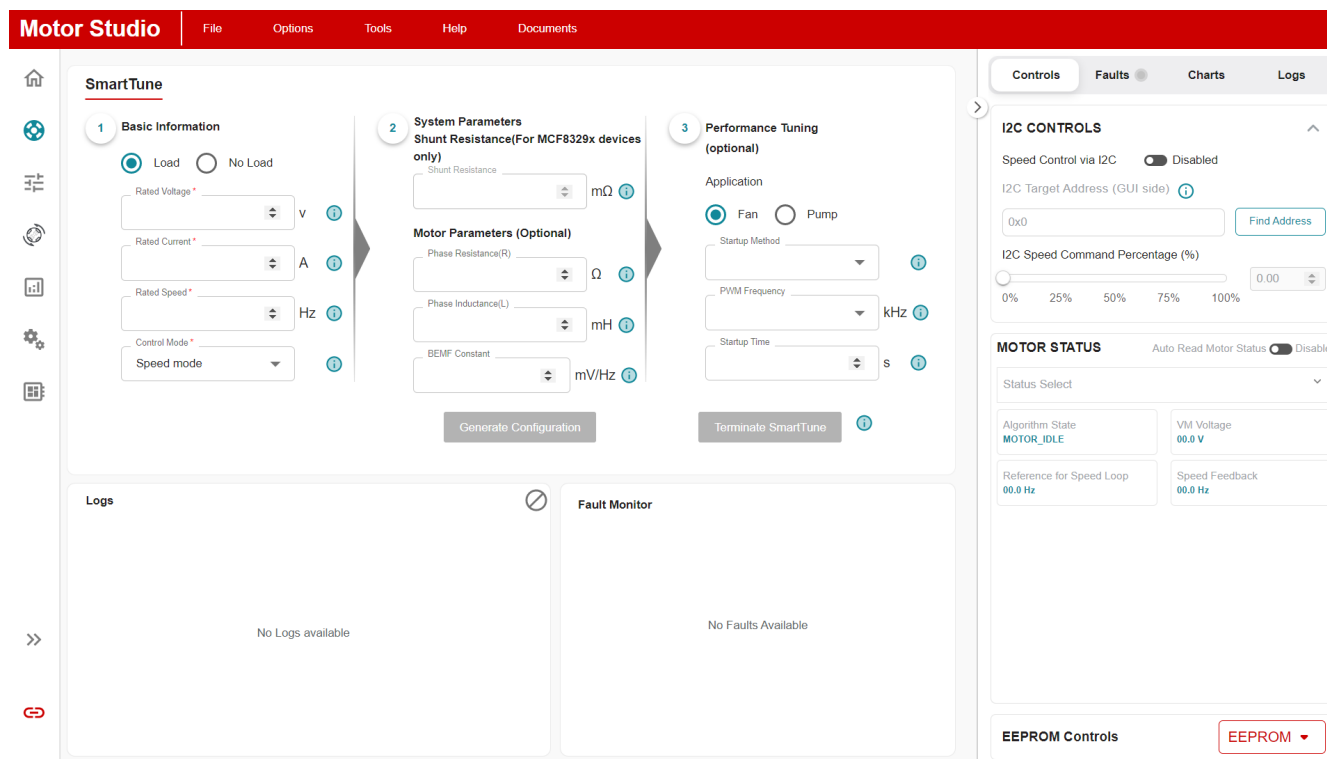

图 1-1. MOTORSTUDIO 中的 SmartTune 页面
如 图 1-1 所示，在 FOC 的传统调优中，在成功驱动电机之前，用户需要配置电机参数和系统参数，在启动、开环和闭环中调整控制参数，并设置故障处理参数，这既耗时又费劲。
3. 点击 SmartTune。SmartTune 页面显示如下所示：图 1-1。